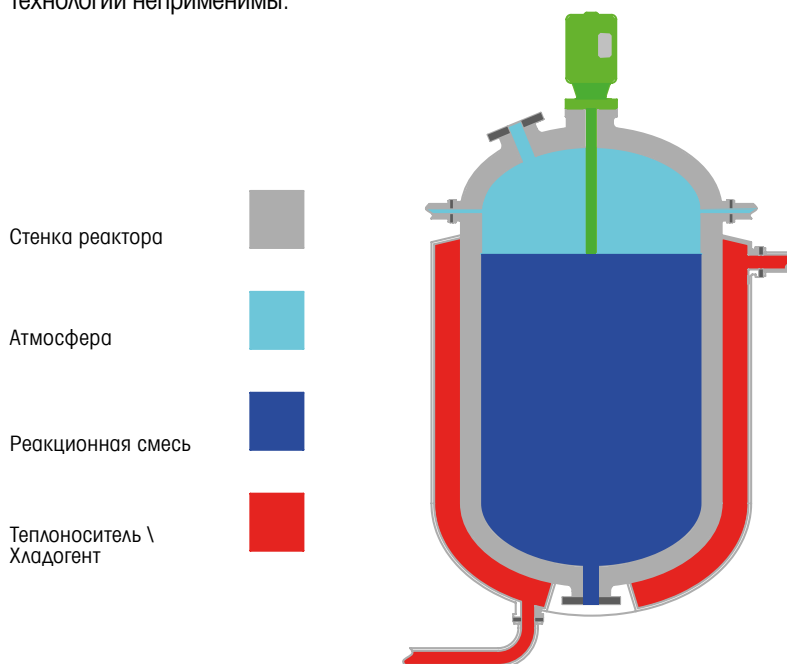

Рис. 30. Типичный реактор периодического действия в продольном сечении
На рис. 30 показан типичный реактор периодического действия в продольном сечении. Собственный вес конструкций реактора — величина, негативно влияющая на точность взвешивания — определяется рядом факторов. Эти факторы кратко описаны ниже.
3. В большинстве случаев реактор имеет змеевик или рубашку для нагрева / охлаждения (как показано на рис. 30). Рубашка, а особенно находящийся в ней теплоноситель, заметно увеличивают общий вес конструкции. В таких реакторах, как правило, предусматривают теплоизоляцию, защищенную дополнительной оболочкой из нержавеющей стали, что опять-таки повышает вес конструкции.